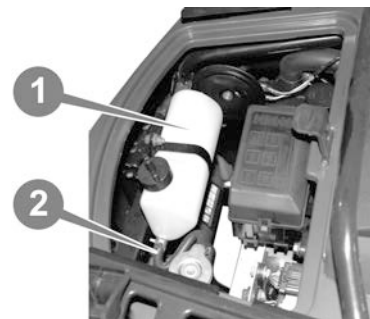

Рисунок 5.7.
Проверка уровня охлаждающей жидкости производится визуально по уровню в расширительном бачке (1) (см. рис. 5.7.), расположенного в отсеке электрооборудования (1) (см. рис. 3.1.). При этом квадроцикл должен находиться в горизонтальном положении. Уровень охлаждающей жидкости холодного двигателя должен находиться в пределах от 10 до 30 мм выше соединительного патрубка (2) (см. рис. 5.7.), или по отметкам на бачке (если имеются).